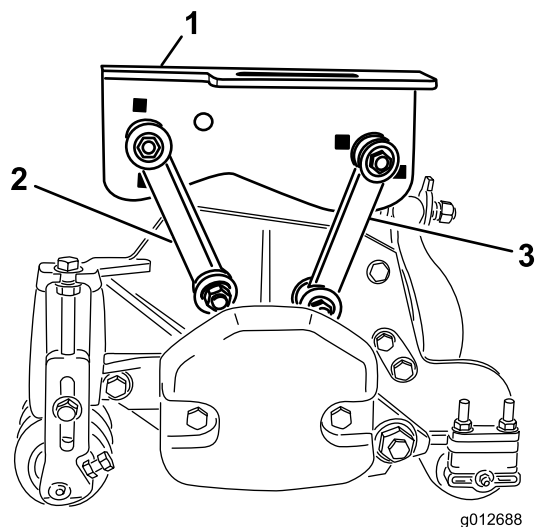

Figura 17
- Fissate i tiranti di montaggio anteriori nei fori del telaio portante centrale con un bullone ($\frac{3}{8}$ " x $2\frac{1}{4}$ "), 2 rondelle piane e un dado di bloccaggio, come mostrato in Figura 17. Posizionate una rondella su ogni lato del tirante durante il montaggio. Serrate i fermi a 42 N·m.
- Fissate i tiranti di montaggio posteriori nei fori del telaio portante centrale con un bullone ($\frac{3}{8}$ " x $2\frac{1}{4}$ "), 2 rondelle piane e un dado di bloccaggio, come mostrato in Figura 17. Posizionate una rondella su ogni lato del tirante durante il montaggio. Serrate i fermi a 42 N·m.